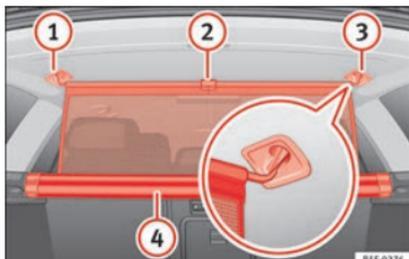

Fig. 124 En el maletero: enganchar la red de separación.
- Tire hacia arriba de la lengüeta » fig. 124 ② para sacar la red de la carcasa ④.
- Enganche la red de separación en el lado derecho ③ (imagen ampliada).
- Enganche la red de separación en el alojamiento del lado izquierdo ① estirando la barra.